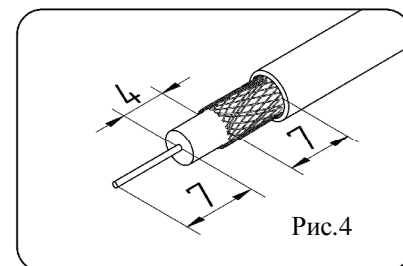

Рис.4
6.2. Разделать один конец кабеля согласно рис.4.